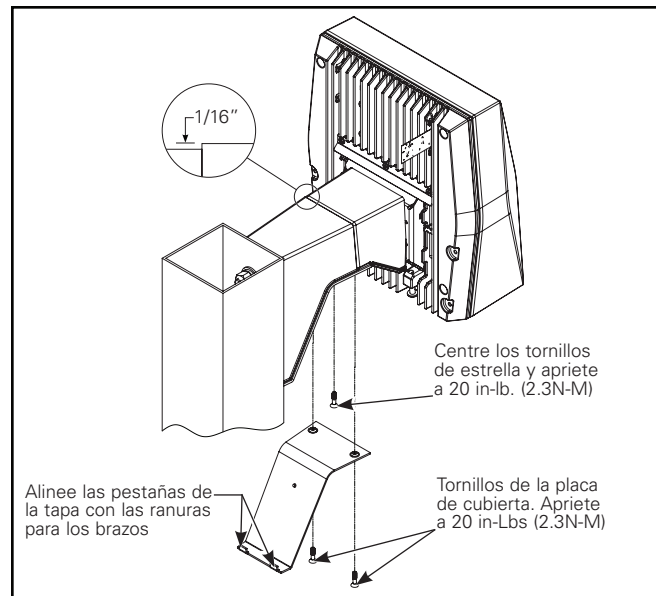

Figura 13.
5. Cuelgue la luminaria por el adaptador de conexión rápida en el brazo del polo. Apriete el tornillo estrella central a 20 in-lbs. (Figura 13.)
7. Instale la placa de la cubierta del brazo y apriete los (2) tornillos a 20 in-lbs (Figura 13). Asegúrese de que los conductores de alimentación a la luminaria no queden atrapados entre la cubierta y el brazo de montaje.